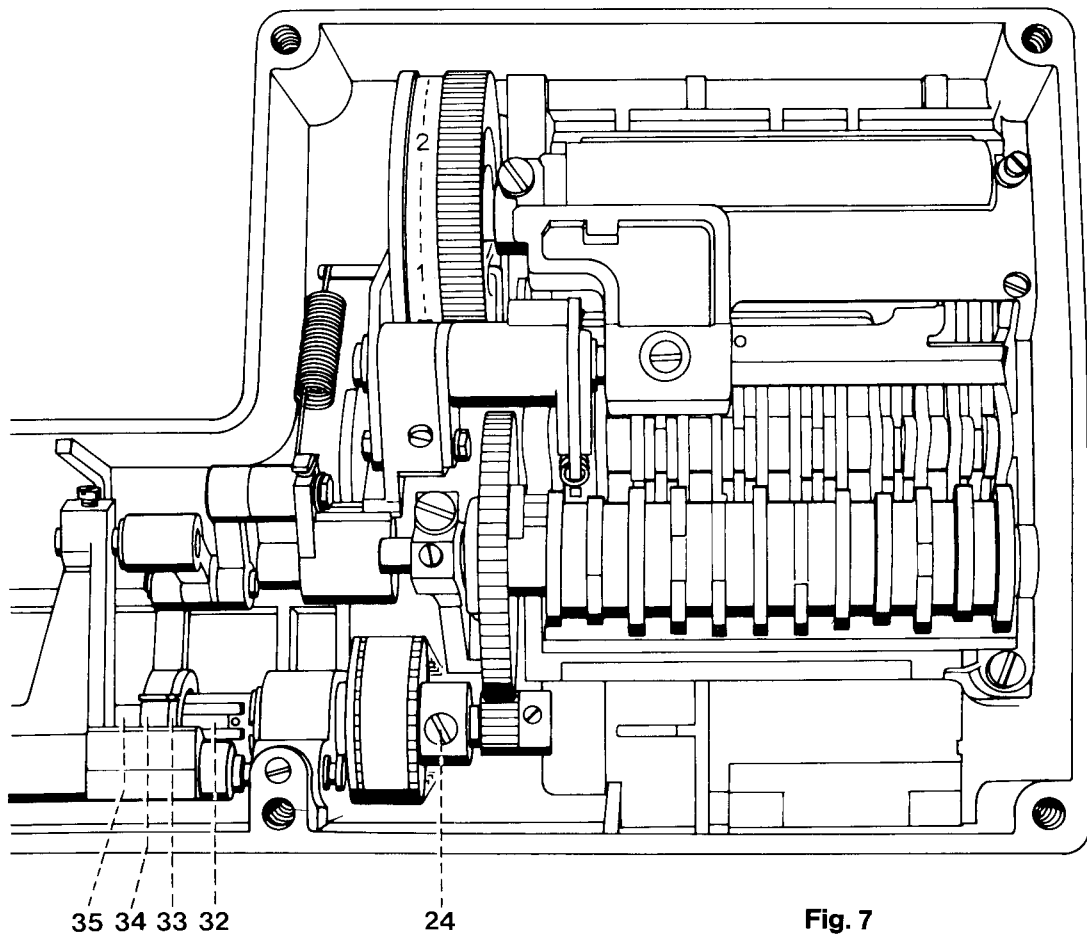

Fig. 7
- In Drehrichtung am Handrad drehen, bis die Schlingenhubzwingen am Pendel anliegt (siehe Abb. 7b). Die Strichmarkierungen auf dem Rand 33 des Schubexzcenters 32 und der Schubstange 34 müssen jetzt gegenüberstehen (siehe Abb. 7).
- Die lange Antriebswelle 35 in Drehrichtung drehen, bis die Strichmarkierungen auf dem Schubexzcenter und der Schubstange gegenüberstehen (siehe Abb. 7).
Fig. 7 a
Fig. 7 b